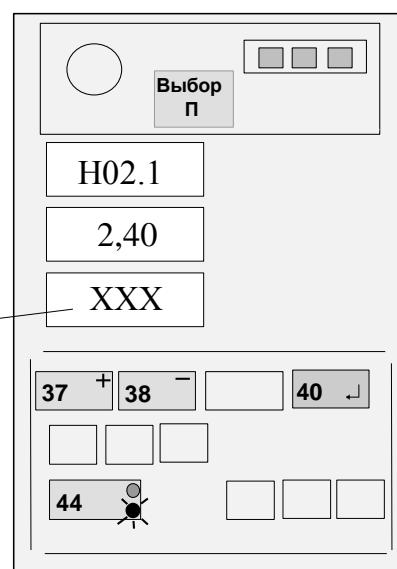

Рисунок 16
Нажать на время 1 с кнопку "↔" (40) и, проконтролировав короткий звуковой сигнал, отпустить кнопку (см. рисунок 16).